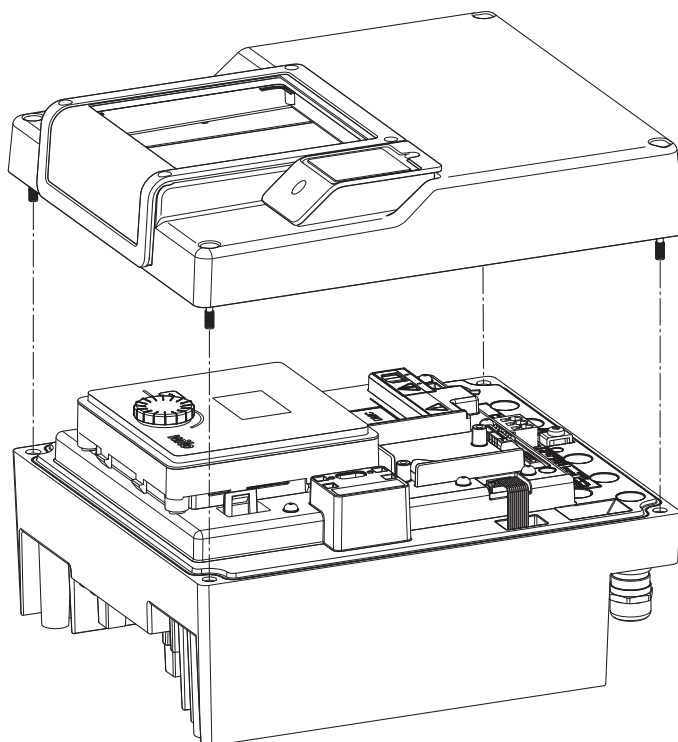

Fig. 45: Elektronikas moduļa pārsega atvēršana
- Atveriet elektronikas moduļa pārsegu. (Fig. 45).